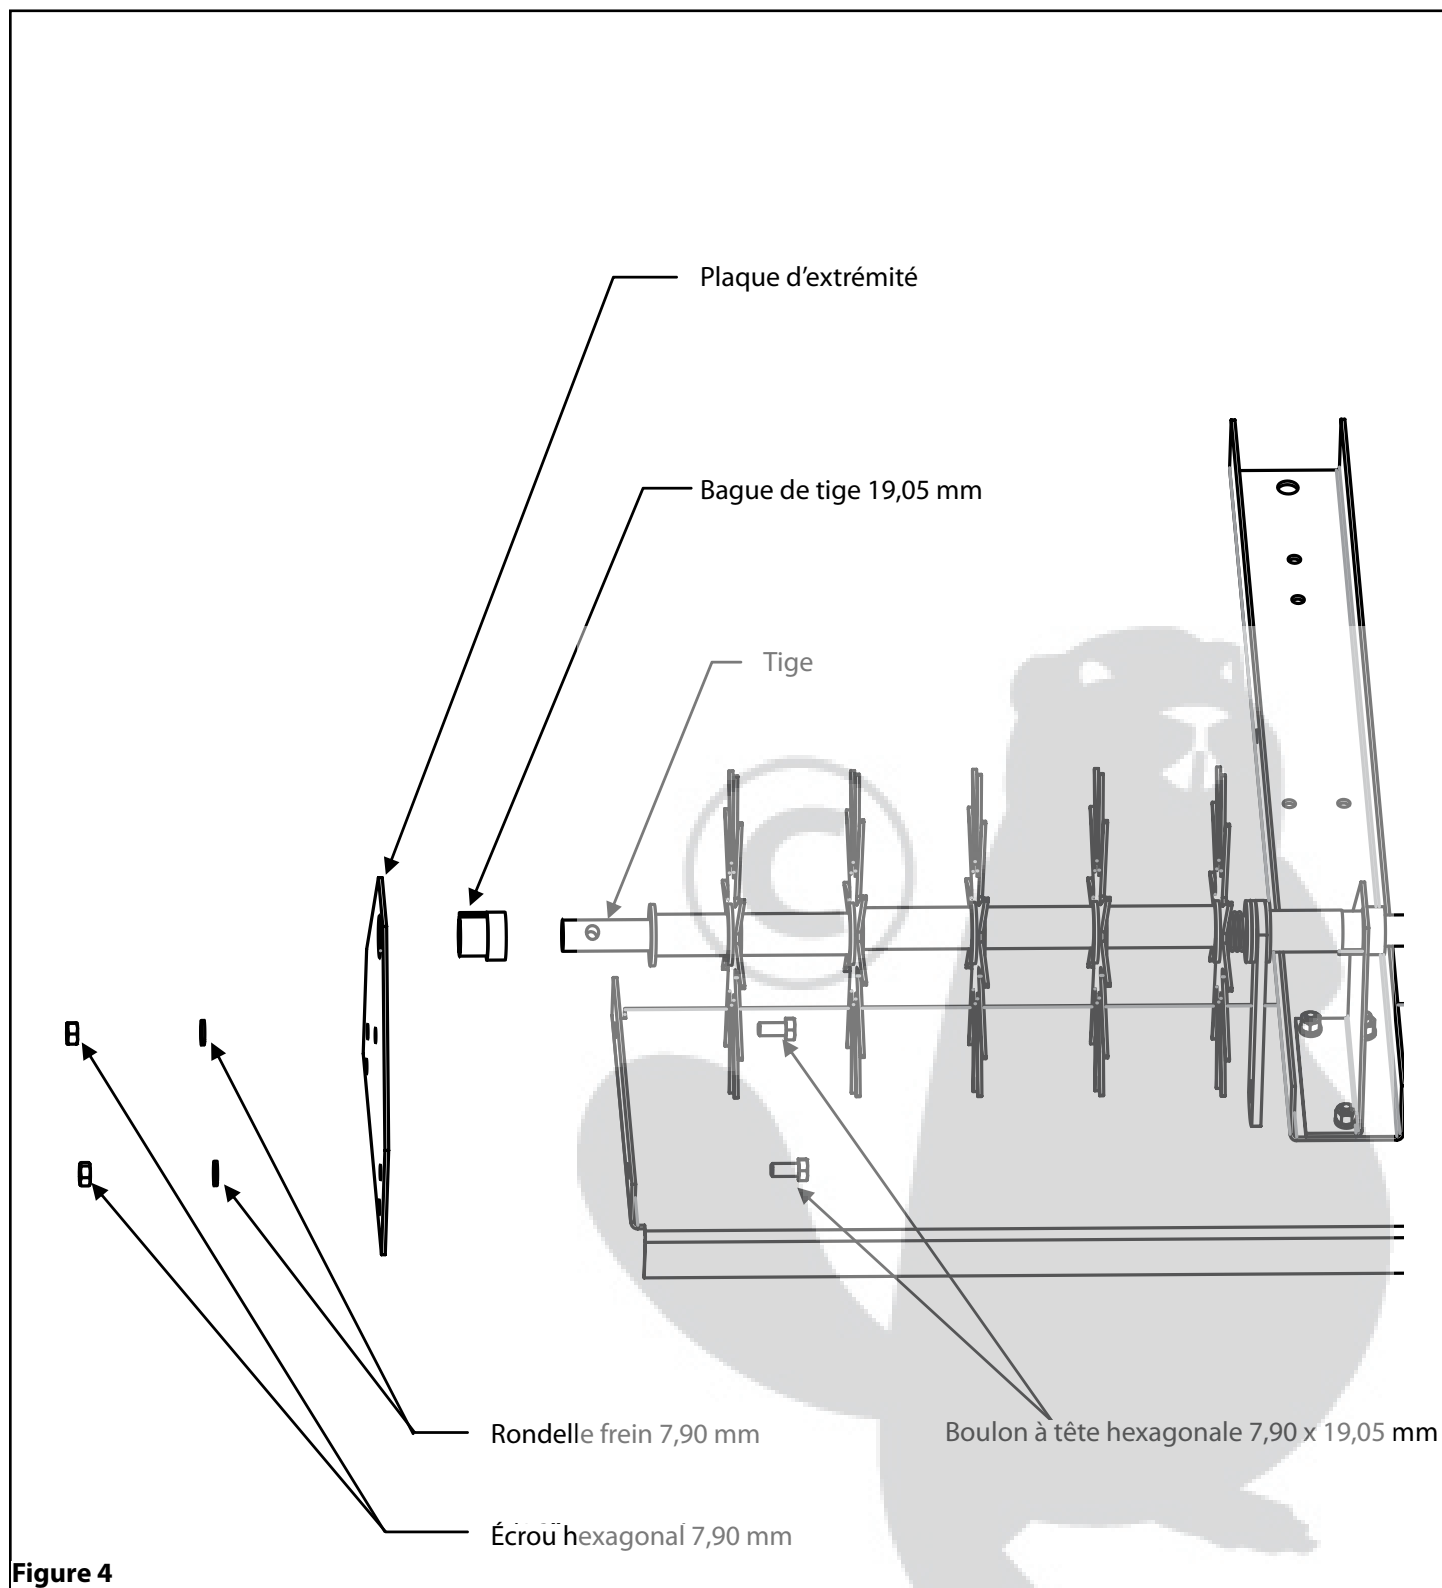

Figure 4
4. Insérez une bague de tige de 19,05 mm dans la plaque d'extrémité et placez la bague et la plaque d'extrémité sur la tige. Insérez un boulon à tête hexagonale de 7,90 x 19,05 mm dans l'un des orifices d'extrémité du châssis. Ensuite, insérez le boulon dans les trous de la plaque d'extrémité ; placez une rondelle frein de 7,90 mm sur le boulon ; vissez, sans serrer pour l'instant, un écrou hexagonal de 7,90 mm sur le boulon. Répétez cette opération de l'autre côté. Maintenant, serrez les deux écrous de manière uniforme en passant d'un écrou à l'autre. Ainsi, la tension augmentera lentement sur le ressort de tige jusqu'à ce que ce côté soit serré et correctement aligné. Voir Figure 4.